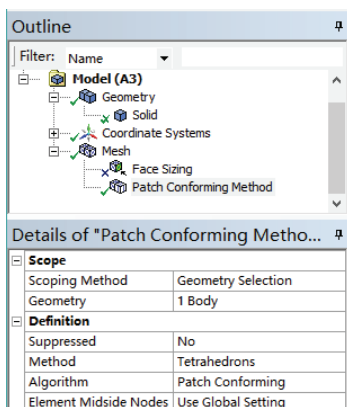

图 4-39 Patch Conforming Method 方法设置与生成网格模型
5) 单击 Generate，方法设置与生成的网格模型如图 4-39 所示。